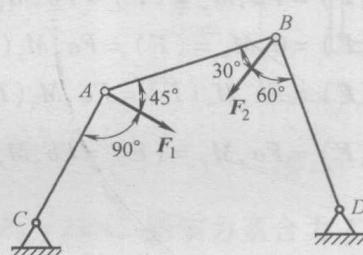

图 1-13
(16) 不计重量的三个杆件连接如图 1-13 所示, 判断二力杆 ( )。